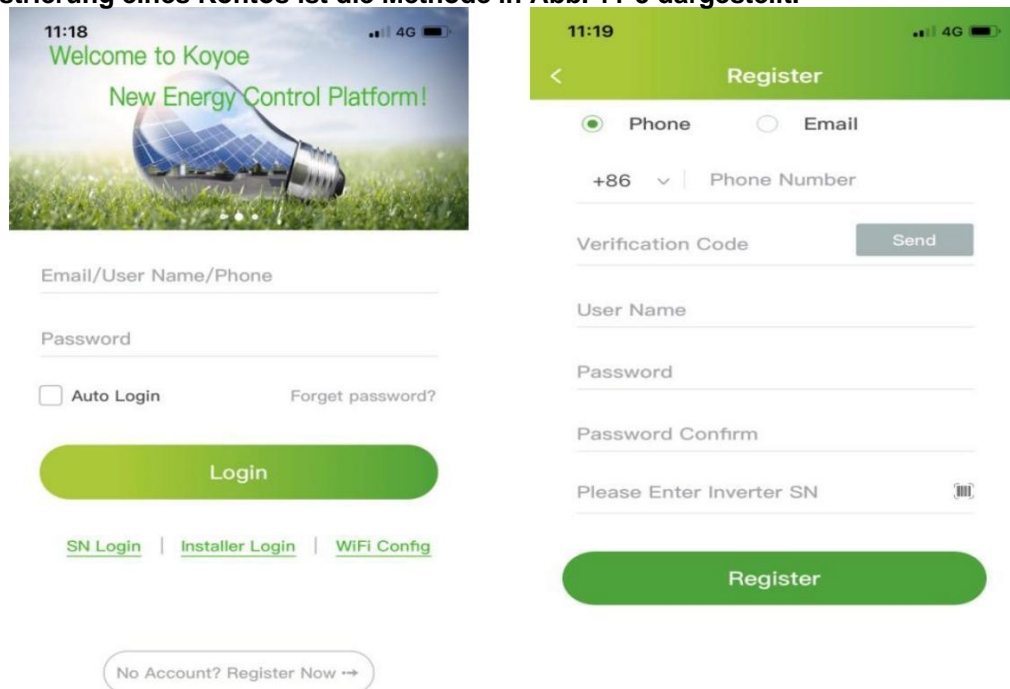

Abbildung 11-5
- 3.) Geben Sie in Apple- und Android-App-Stores das Schlüsselwort KOYOE-log ein, und Benutzer können Apps auf Ihr Mobilgerät herunterladen. Nach der Installation und Registrierung eines Kontos ist die Methode in Abb. 11-5 dargestellt.